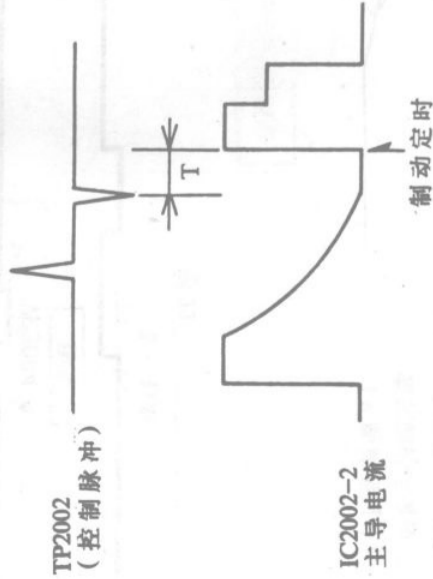

图7
②以SP方式用空白磁带记录PAL彩条信号
- ③调节VR2019，使相位移为 $3 \pm 2\text{ms}$ ，如图7中T周期所示；
- ④置NTSC开关到3.58NTSC位置；
- ⑤以LP方式用空白磁带记录NTSC彩条信号并重放，然后通过红外遥控器将录像机置于1/5反向慢放(按“SEARCH”键，再按“-”键5次)；
- ⑥调节VR2018，使图7中的相位移T周期为 $9 \pm 2\text{ms}$ 。